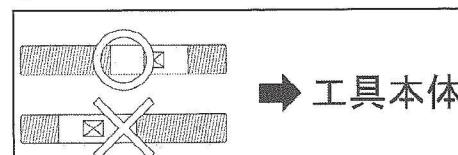
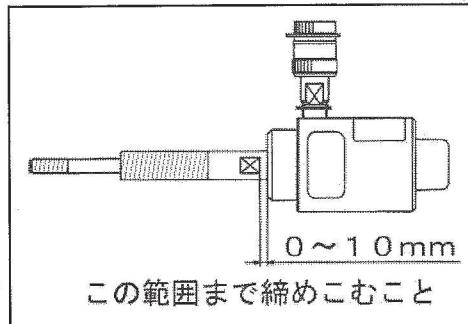
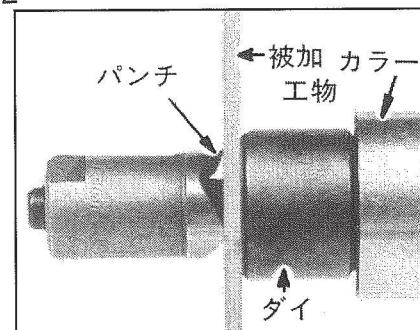

図2
図3
図4
- 工具本体のピストンにセットboltを正しい方向(図2)で指定の位置(図3)までねじ込み、カラー→ダイ→被加工物の順に挿入し、パンチをねじ込んでください。(図4)